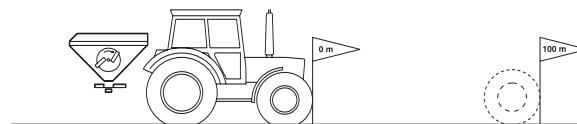

Рис. 26
1. Отмерьте на поле контрольный участок (точно 100 м). Обозначьте начальную и конечную точку контрольного участка (Рис. 26).